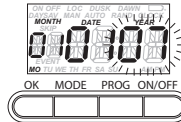

Fig. 3
4. Gire la perilla selectora para ajustar el año deseado y presione OK. (Fig. 3)
12. Gire la perilla para cambiar el 01 parpadeante a la nueva semana requerida (01, 02, 03, 04, L) para el ajuste de otoño, luego presione OK. Se mostrará LOC en la parte superior de la pantalla. (Fig. 3)